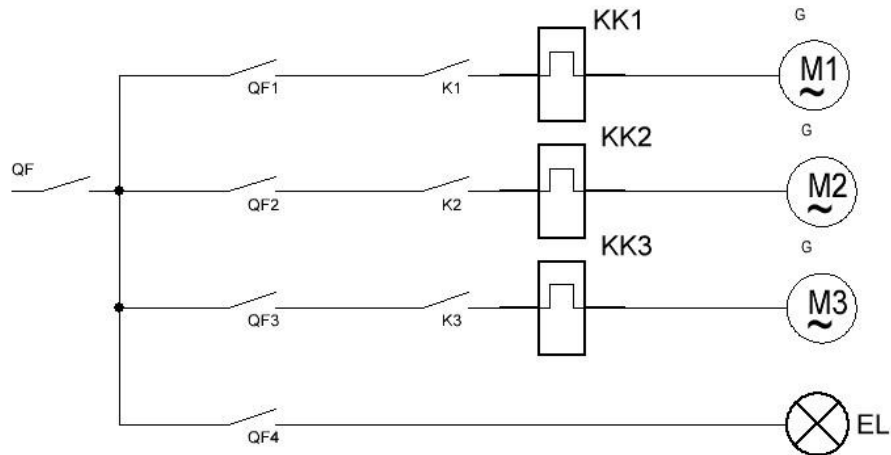

Рис.1 Схема включения электроприемников
1. Для заданных электропотребителей (рис.1) определить: электрические параметры, исполнение по условиям окружающей среды, степень защиты в соответствии с характером (индексом) помещения. Выбрать аппаратуру защиты и управления, тип светильников, марки и сечения проводов (кабелей) при заданном коэффициенте загрузки K_3 .